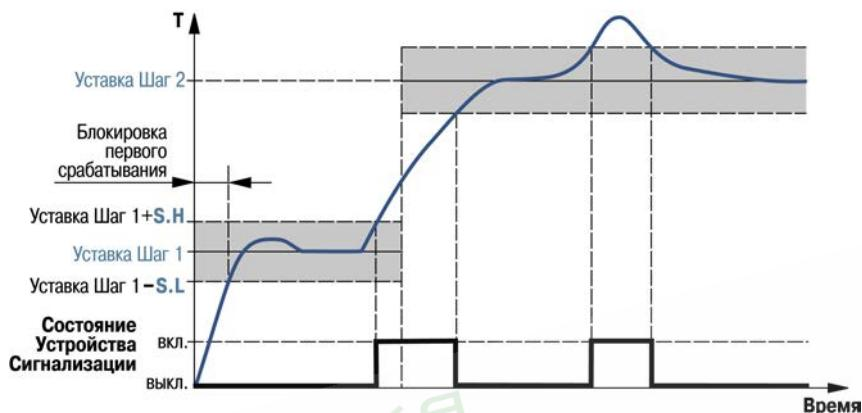

Рисунок 3.8 - Пример логики работы и блокировки срабатывания Устройства сигнализации при U-образной логике
2) при выходе регулируемой величины за заданные пределы – U-образная логика ( $SIG.t = S.otn$ ) (рис. 3.8);